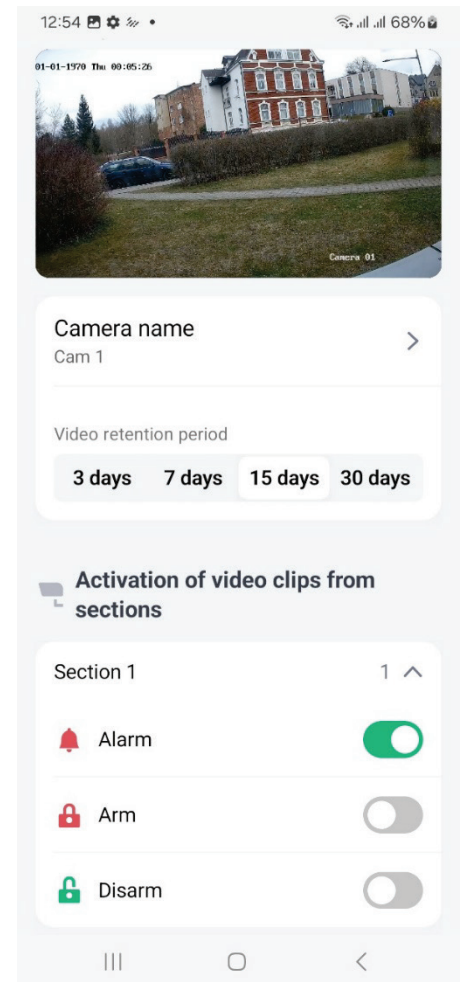

Рис. 5: налаштування потоку
7. Відкриється список підключених камер, в якому ви можете переглянути детальну інформацію про камеру з подальшими налаштуваннями, див. нижче (Рис. 5 і 8).